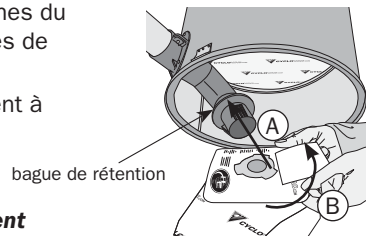

figure 16
4. Assurer l'étanchéité en insérant le sac jusqu'à la bague de rétention (**figure 16 - A**).
Effectuer une rotation du sac d'environ 20° (**figure 16 - B**) vous assurant que les coches du sac ne sont plus alignées avec les pointes de l'adaptateur.